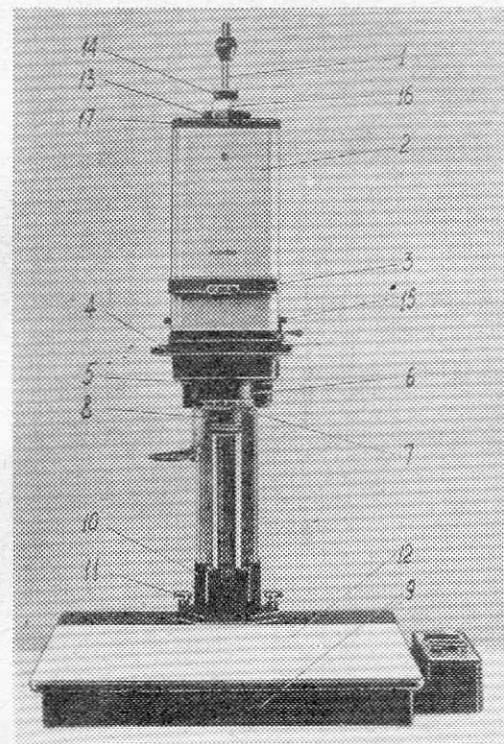
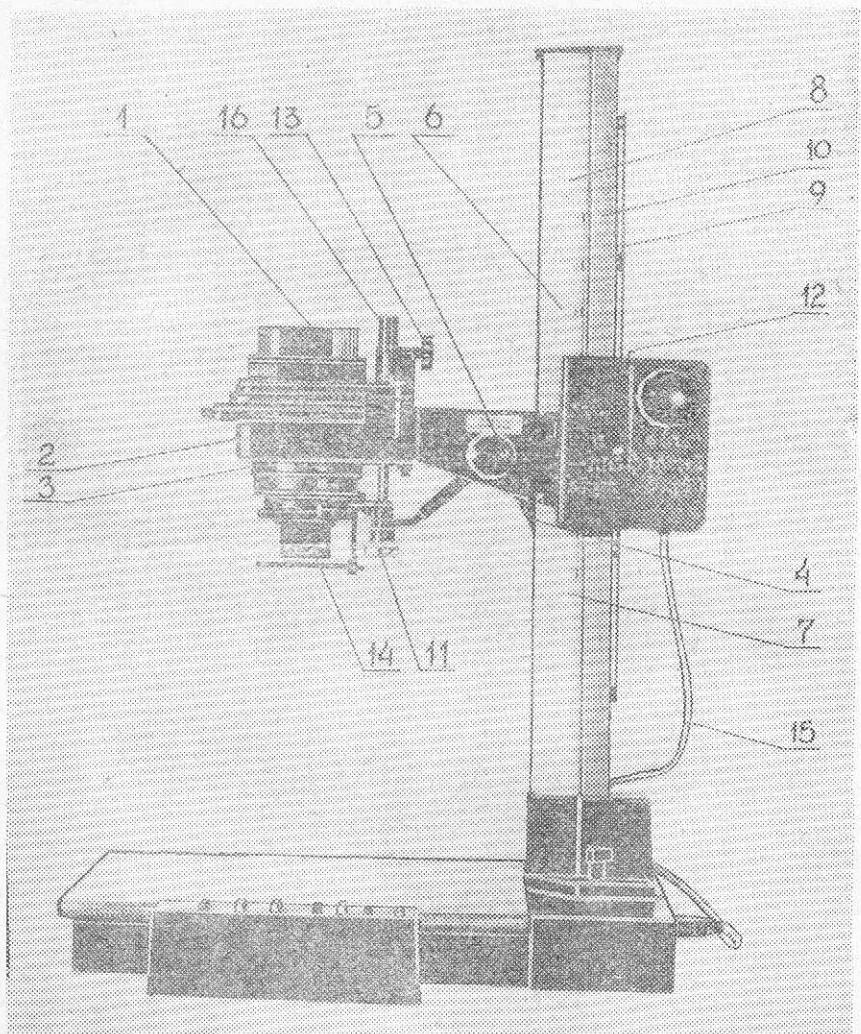

Рис. 2. Фотоувеличитель «Азов», вид спереди:
Рис. 3. Фотоувеличитель «Азов» без осветителя:
Проекционная головка 1 с кронштейном 2 перемещается вверх-вниз по штанге 4 с помощью электропривода 3. Штанга крепится к основанию 6 фотоувеличителя с помощью опоры 10 (рис. 2) и затягивается двумя рукоятками 11. Спереди к штанге крепятся два лекала 6 и 7 (рис. 3), закрытые с боков щитками 8 с оцифровкой масштаба увеличения.
В кронштейне 2 размещен двуплечий рычаг 4 (рис. 3) автофокусировки. Рукоятка 5 переключения автофокусировки с одного лекала на другое выведена на боковую стенку кронштейна.
- снимите со стержня опоры 10 (рис. 2) гайку, шайбу и прокладки;
- закрепите штангу к основанию рукоятками 11 (рис. 2);
- отверните на кожухе осветителя 2 два невыпадающих винта 15 (рис. 2) и снимите кожух осветителя движением вверх;
- установите конденсор\* 1 (рис. 3) на платформу 2;
- вставьте стакан с объективом в тубус 6 (рис. 2) так, чтобы выступы вошли в прорези на тубусе, а лапки выступов были направлены вниз, при этом обязательно белая канавка на лапке должна быть со стороны белого штриха на тубусе, поверните до упора и зафиксируйте двумя винтами, установленными на тубусе;
- отведите рычажок фиксатора 14 (рис. 3) тубуса и вращением тубуса (при этом он перемещается вверх или вниз) установите начальное положение объектива, соответствующее начальному положению автоматической фокусировки для данного объектива (для «Веги 5У» — приблизительно крайнее нижнее положение тубуса, для «Веги 11У» — приблизительно крайнее верхнее положение тубуса) и зафиксируйте это положение (стержень фиксатора должен войти в паз тубуса);
- установите рычаг 4 (рис. 3) автофокусировки на соответствующее лекало, (для «Веги 5У» — лекало 6, для «Веги 11У» — лекало 7), проделав следующие операции: